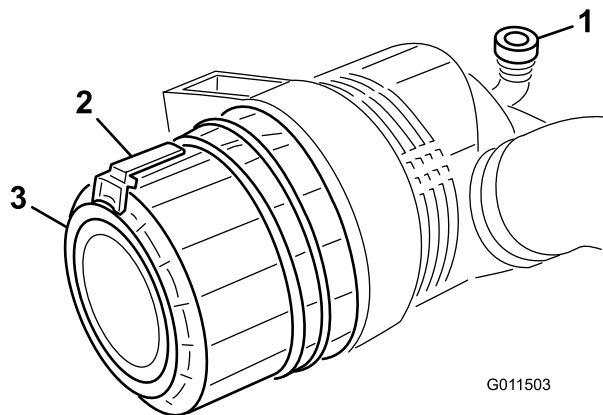

Figura 49
1. Tire hacia fuera del enganche y gire la tapa del limpiador de aire en el sentido contrario a las agujas del reloj (Figura 49).
7. Instale la tapa orientando la válvula de salida de goma (Figura 49) hacia abajo – aproximadamente entre las 5:00 y las 7:00, visto desde el extremo. Cierre el enganche.